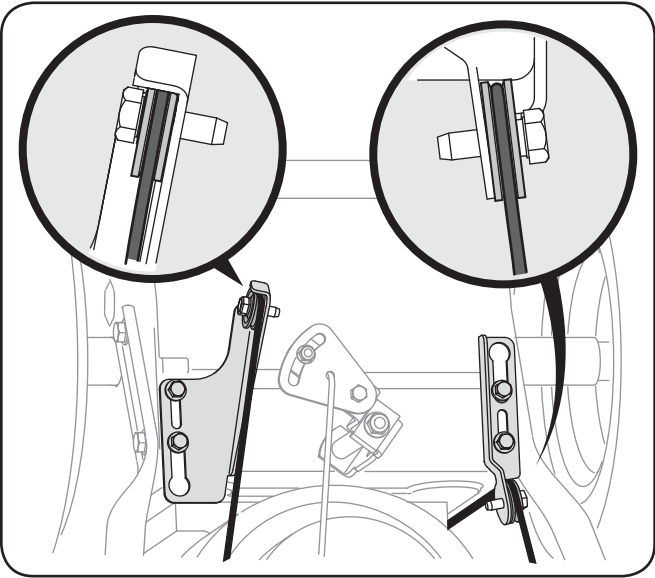

Fig. 3-1
- Assurez-vous que les deux câbles, sur la partie inférieure de la souffeuse, sont bien alignés avec les rouleaux de guidage. Voir la Fig. 3-1. Redressez le guidon supérieur, alignez le guidon supérieur avec le guidon inférieur. Voir la Fig. 3-2.